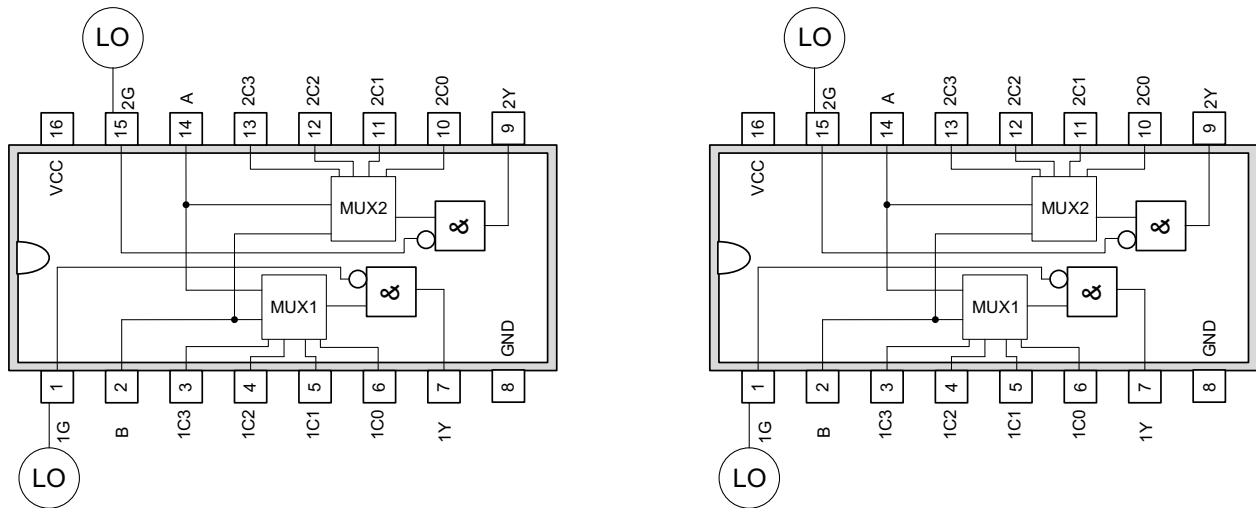

Abbildung 12: Verdrahtungsplan Barrel-Shifter
- Leiten Sie aus ihrer Schaltung einen Verdrahtungsplan für die Realisierung mit 74LS153 Bausteinen (siehe Abbildung 10) ab und ergänzen Sie dazu Abbildung 12.